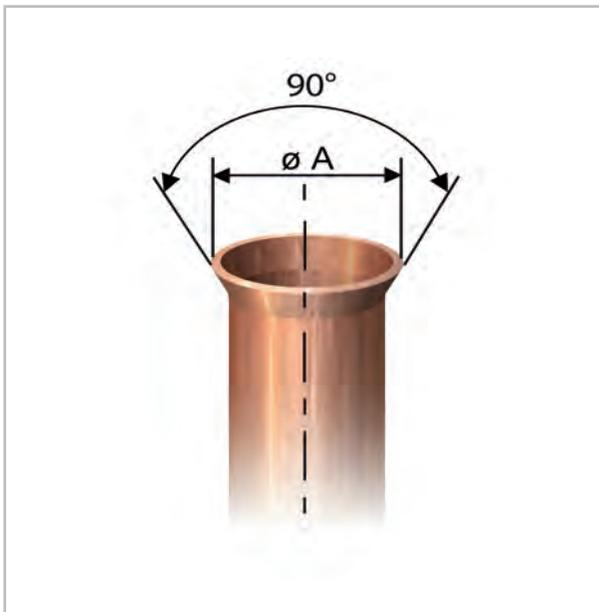

Abb. 38: Korrekte Bördelform
9. ▶ Überprüfen Sie, ob der Bördel eine korrekte Form aufweist (Abb. 38).